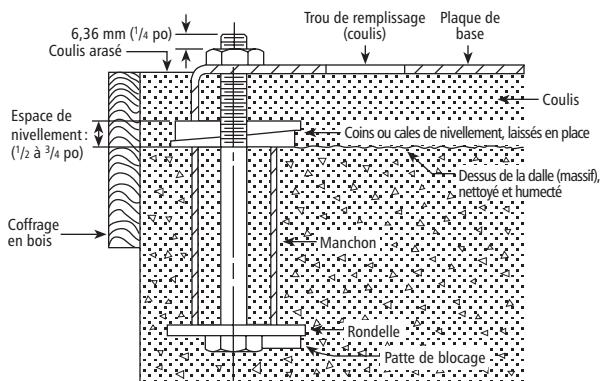

Figure 1
- Il est recommandé de remplir de coulis le vide entre la plaque de base et le massif de béton. Le massif doit reposer sur une semelle de fondations solide. (Voir la figure 1.)